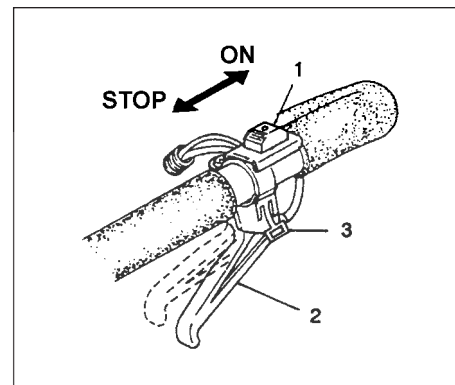

Fig. 2-2
1. Placer l'interrupteur marche-arrêt (1) en position marche (ON). (Fig. 2-2)
2. S'il y a un dispositif de blocage du régulateur (3), tirer dessus la gachette du régulateur (2) (accélérateur) et continuer à pousser le dispositif de blocage du régulateur (3) et, ensuite dégager lentement le levier à verrouiller. (Fig. 2-2)